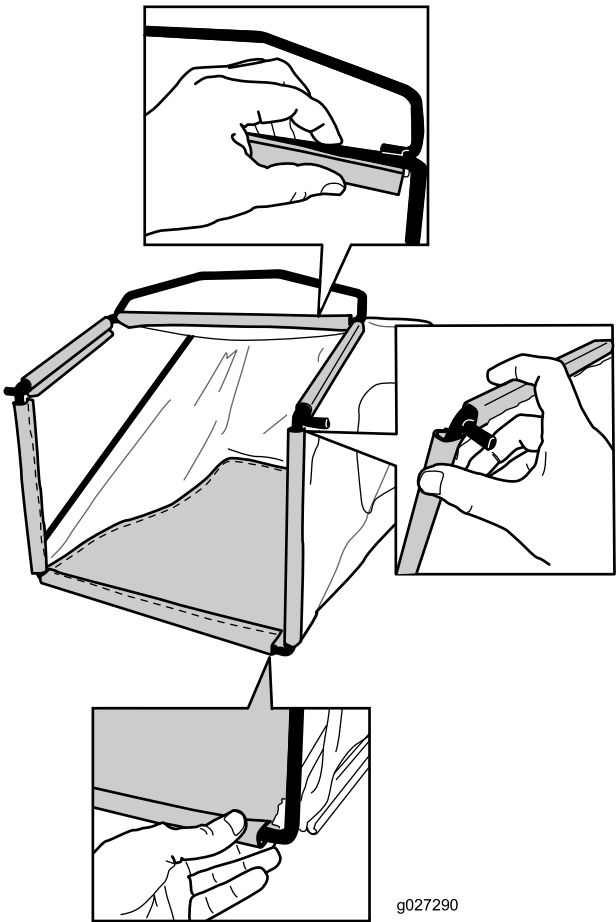

图9
2. 将集草袋的底槽挂到机架的底部 图9。
3. 将集草袋的顶槽和侧槽分别挂到机架的顶部和侧边图9。